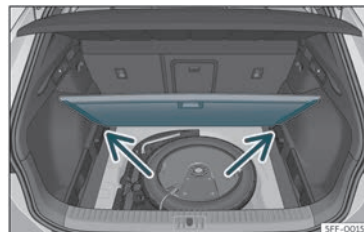

Fig. 110 Piso variável da bagageira: posição inclinada.
- Apoie o piso sobre os alojamentos previstos para o efeito»» Fig. 110 (setas).